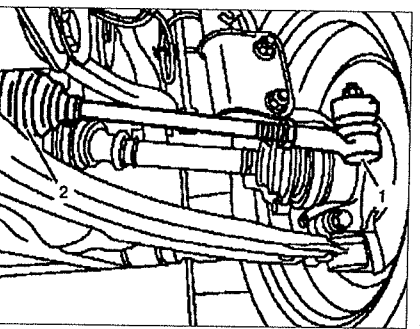

Рис. 1.36. Проверка резиновых чехлов шаровых опор и защитных чехлов полуосей.
7. Проверьте резиновые чехлы шаровых опор **1** (см. рис. 1.36). Проверьте чехлы на отсутствие повреждений, правильность установки контактных поверхностей. Замените шаровые опоры с поврежденными чехлами.